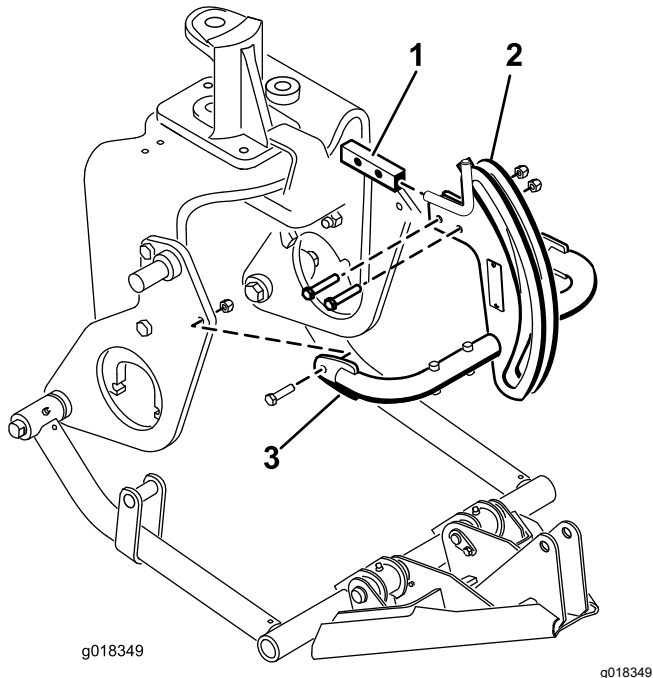

Figure 15
6. Fixez le haut du cadre d'attelage au support à l'aide de 2 boulons ($\frac{3}{8}$ " x 2") et écrous (Figure 15).
7. Fixez les tubes du cadre d'attelage aux plaques de fixation à l'aide des boulons ($\frac{3}{8}$ " x $1\frac{1}{2}$ ") et des écrous (Figure 15), et serrez les fixations.